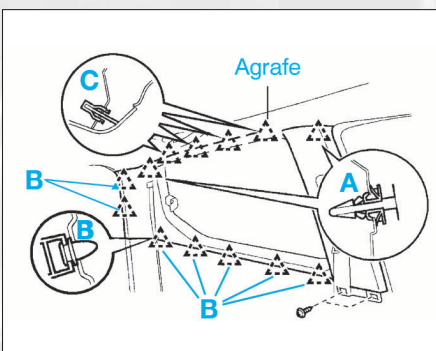

FIG. 75
- Extraire les garnitures gauche et droite supérieures de custodes (Fig.75).